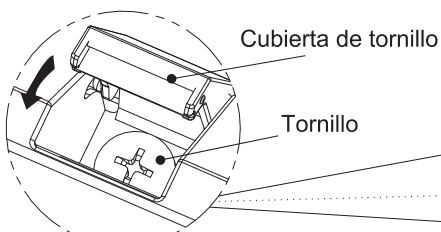

Fig. 25
- 11) Instale los tornillos y cierre las tapas de los tornillos como se muestra en la Fig. 25. (Nota: En algunos modelos deberá instalar 3 tornillos.